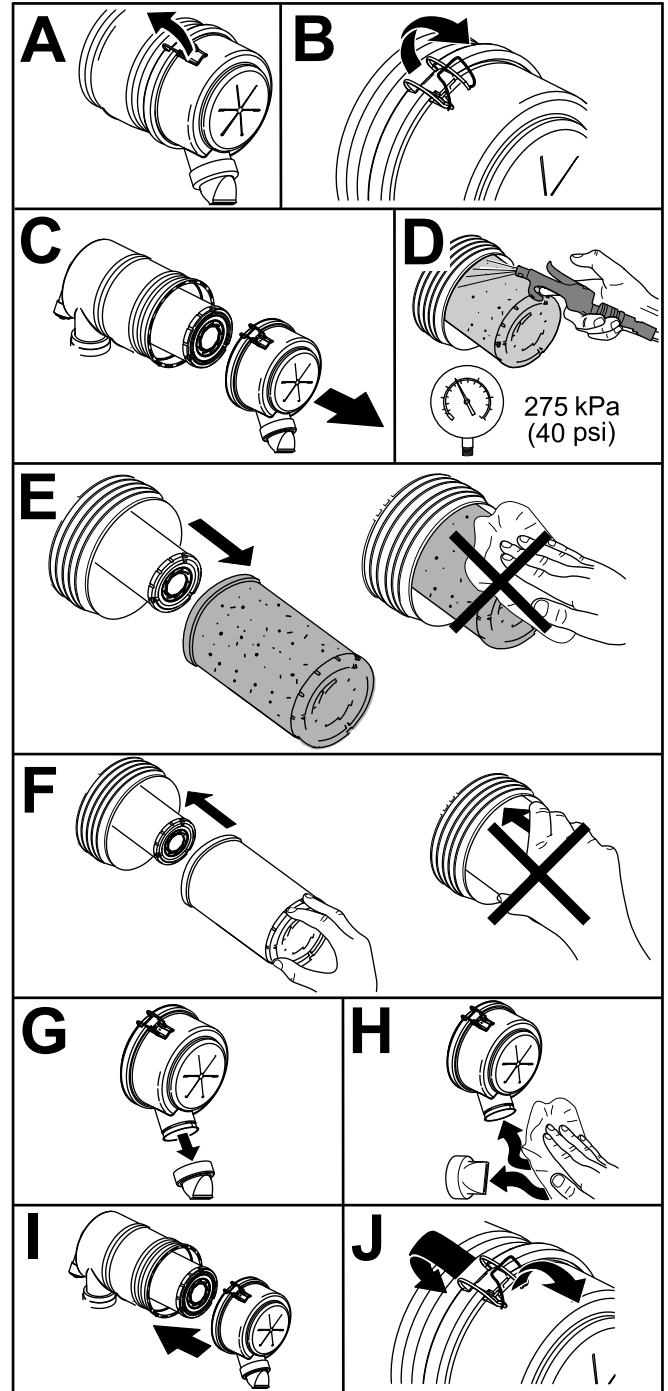

Figure 49
1. Remplacez le filtre à air (Figure 49).